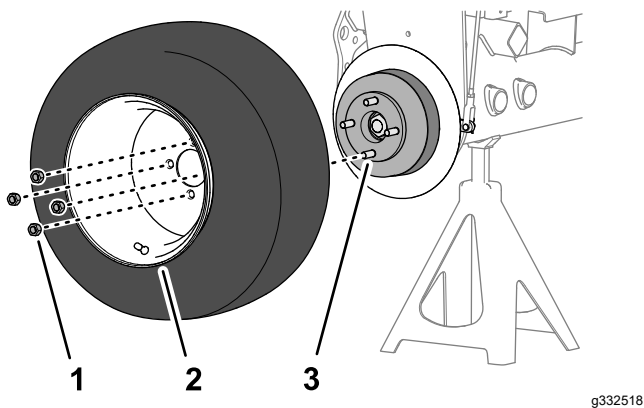

図 60
1. 前輪をハブに固定しているラグナット4個を外して前輪を取り外す 図 60。